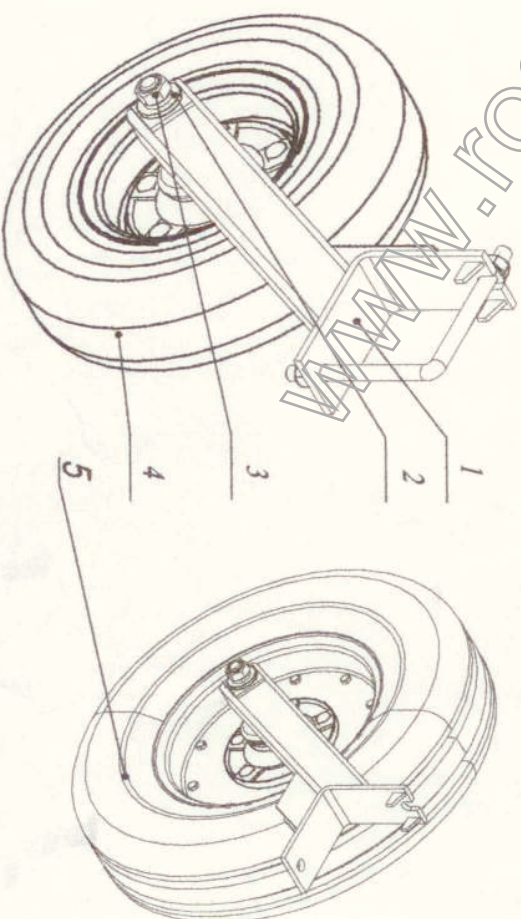

Рис. 3 Несущее колесо
2.5. Колеса несущие (рис. 3, а) с шинами 5-10, или 6,5-16 совместно с дисками консольно крепятся на ступицах кронштейнов колес.